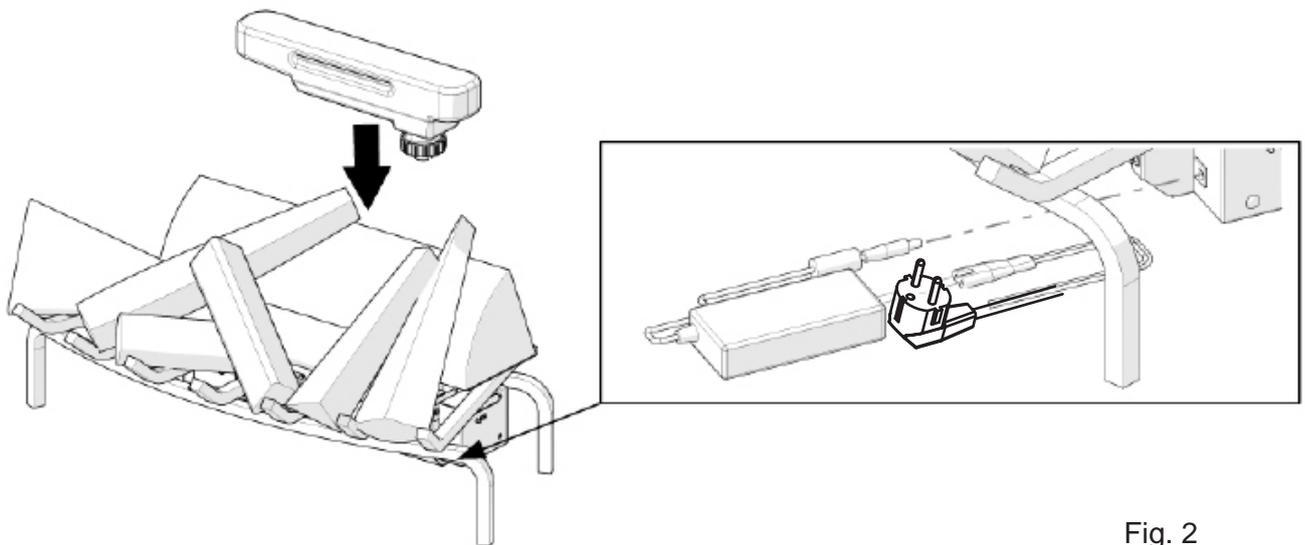

Fig. 2
3) Instale o adaptador de corrente (Fig. 2). Insira o adaptador de corrente na frente da unidade e de seguida ligue a unidade a uma tomada elétrica